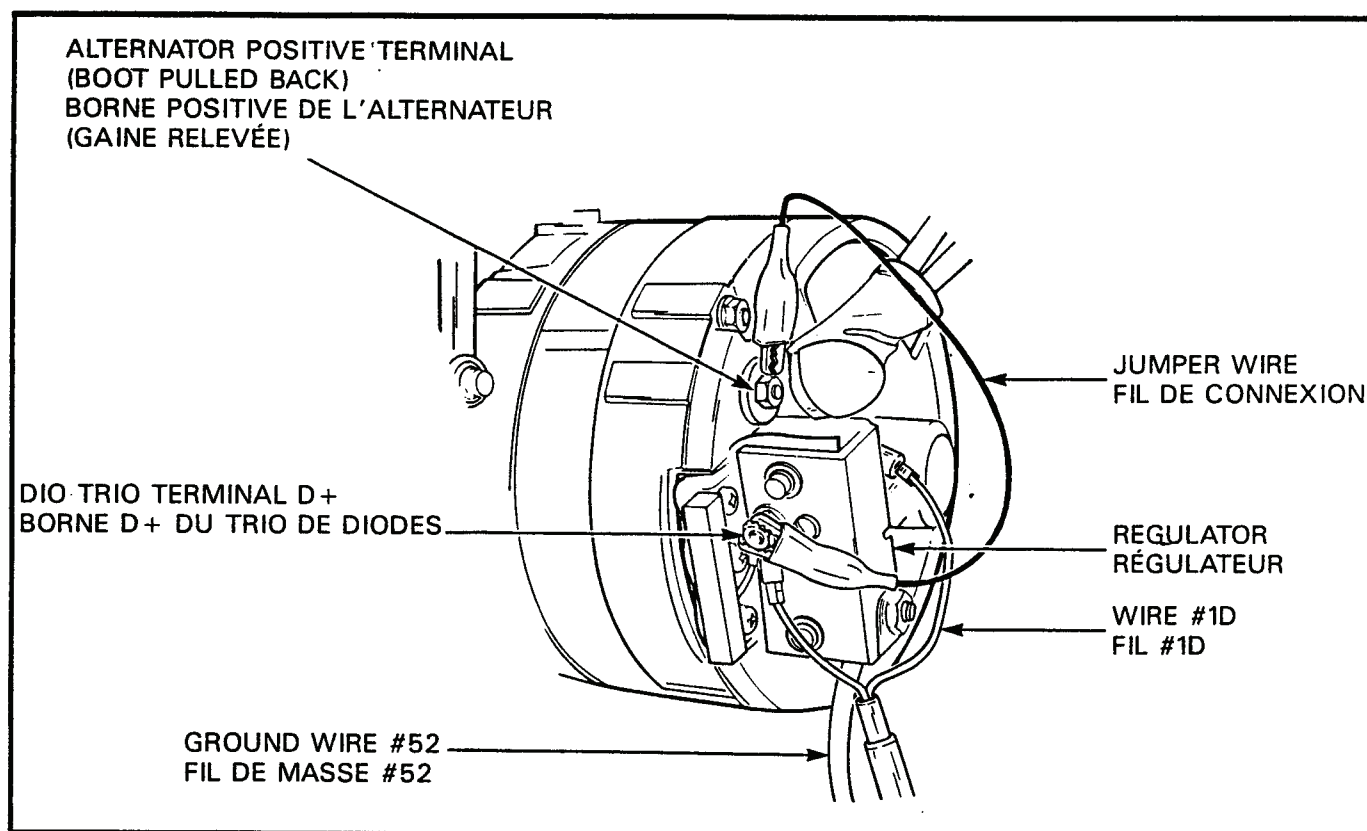

Figure 2-5-11 Flashing the Field of New or Rebuilt Alternator
- m. Connect a jumper cable to the diode trio terminal on the regulator and momentarily touch the other end of the cable to the positive terminal of the alternator, see Figure 2-5-11.
- m. Brancher un fil de connexion à la borne du trio de diodes sur le régulateur, et amener momentanément l'autre extrémité du câble en contact avec la borne positive de l'alternateur. Voir figure 2-5-11.
k. Flash the field by connecting a jumper wire to the diode trio terminal on the regulator and momentarily touching the other end of the wire to the alternator positive (+) terminal, see Figure 2-5-11.
k. Polariser le champ en reliant un fil de connexion à la borne du trio de diodes sur le régulateur, et en amenant momentanément l'autre extrémité du fil en contact avec la borne positive (+) de l'alternateur, voir figure 2-5-11.